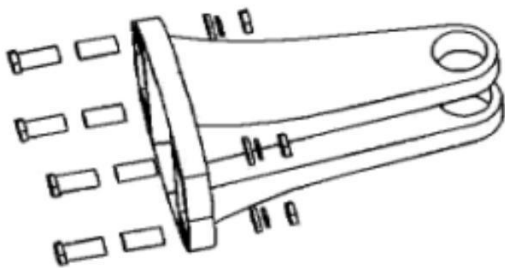
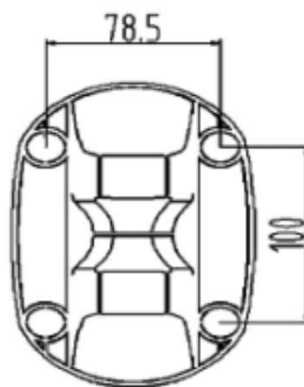

Fig.5
Fig.6
3) Bobina din bolţul suportului inferior trebuie fixată cu un şurub sau un sistem de blocare pentru a oferi siguranţă. Suportul de montare are 4 orificii, fiecare corespunzând 1 şurub M8. Fiecare şurub trebuie să fie echipat cu o şaibă elastică sau o căptuşeală (Fig. 5). Cele patru găuri în două direcţii de centrat sunt de 100 mm şi 78,5 mm (Fig. 6). Puteţi cumpăra un suport suplimentar pentru a muta unitatea în mai multe zone în timpul utilizării.